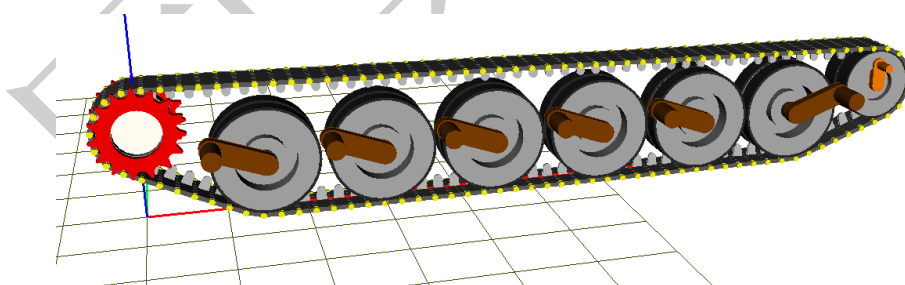

图 1.16
3. 点击 **Generate**，生成履带环，如图 1.16 所示。